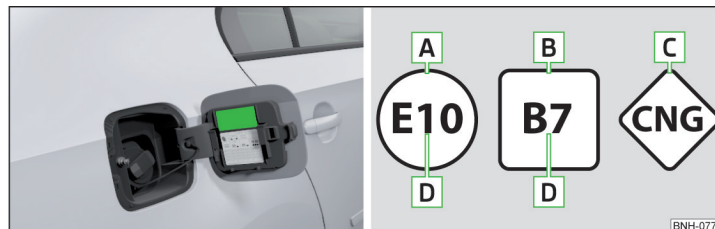

Abb. 223 **Aufkleber mit vorgeschriebenem Kraftstoff / Grafische Bezeichnung der Kraftstoffarten**
Auf der Innenseite der Tankklappe ist der für Ihr Fahrzeug vorgeschriebene Kraftstoff angegeben » Abb. 223.
**Grafische Bezeichnung der Kraftstoffarten** » Abb. 223
Auf der Innenseite der Tankklappe ist der für das Fahrzeug vorgeschriebene Kraftstoff angegeben » Abb. 223 auf Seite 200.